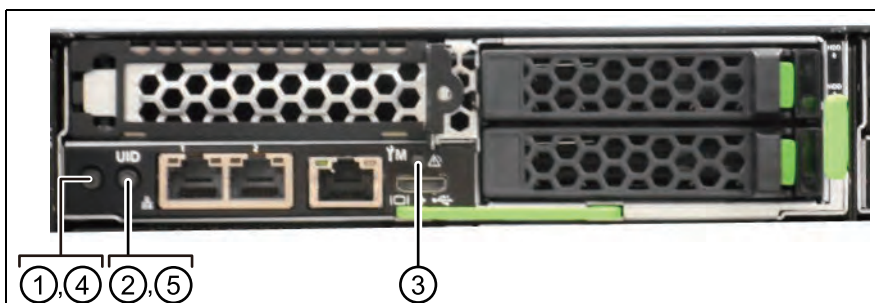

図 27: サーバノードのコントロールと表示ランプ
- ▶ 電源ボタン（65 ページ の図 27 のアイテム 1）を押します。